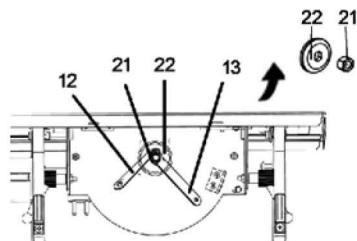

Fig.18
- > Desenrosque la tuerca (21) colocando la llave (13) en la propia tuerca y la llave multiherramienta (12) en el husillo de la sierra para retirar la tuerca (21) y la brida exterior (22). (Fig. 18)
- > Coloque una nueva hoja de sierra (2) en el eje del husillo. Asegúrese que los dientes de la hoja de sierra apuntan hacia abajo en la parte delantera de la sierra de mesa. Coloque la brida exterior (22) y la tuerca del husillo en el eje del husillo y verifique que la superficie larga y plana de la brida exterior mira hacia la hoja de sierra y que la hoja de sierra (2) está firmemente asentada contra la brida interior.
- > Apriete la tuerca (21) con la llave (13) y la llave multiherramienta (12).
- > Vuelva a colocar la protección inferior (7) utilizando los tornillos de fijación.